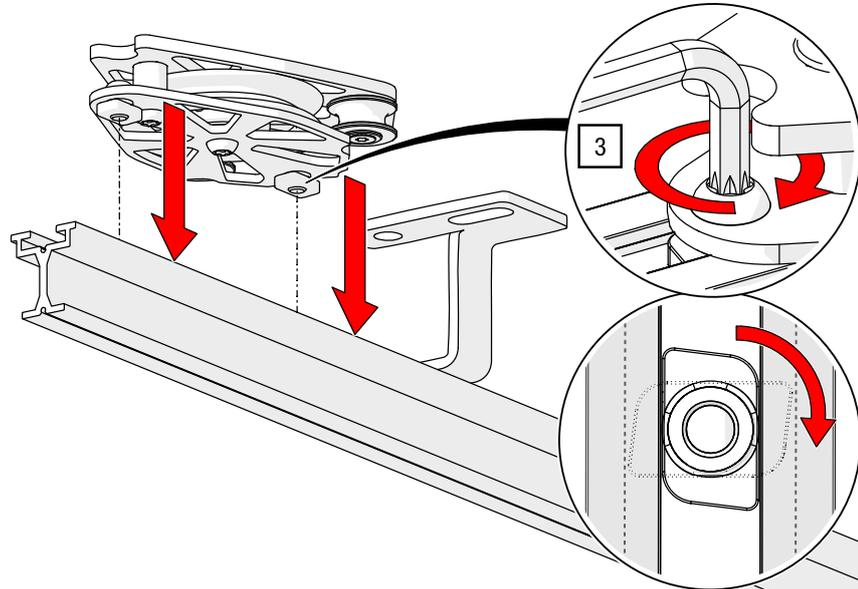

Abb. 88: Obenliegende Seilführung – Umlenkrolle montieren
3. Positionieren Sie die vormontierte Umlenkrolle (OSF) an einem Schienenende und ziehen Sie die Schrauben mit den im Schienenprofil positionierten Nutensteinen mit einem TORX®-Schlüssel T40 und 27 Nm fest (siehe Abb. 88).